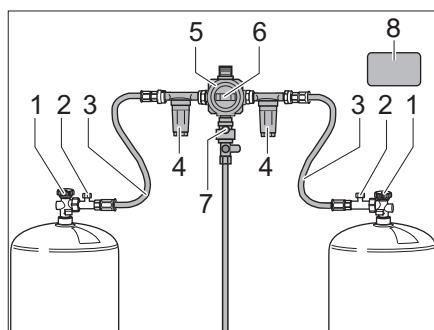
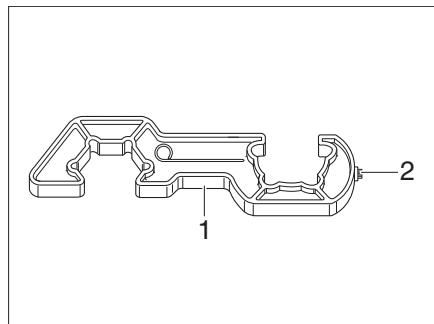

Fig. 251 Instalación de conmutación Caramatic DriveTwo
Fig. 254 Elemento auxiliar de enroscado
La instalación de conmutación Caramatic DriveTwo consta de un regulador de conmutación (Fig. 251,5) y la unidad de mando (Fig. 252). El regulador de conmutación está montado entre las mangueras de alta presión (Fig. 251, 3). Con el botón giratorio (Fig. 251,6) en el regulador de conmutación se puede determinar qué bombona de gas se usará como bombona de servicio y cuál bombona de gas como bombona de reserva.
El regulador de conmutación (Fig. 251,5) está equipado con el deshelador de reguladores EisEx. De este modo se evitarán averías en la instalación de gas en el invierno.
Delante del regulador de conmutación (Fig. 251,5) se puede montar a cada lado un filtro de gas (Fig. 251,4) (opcional) que protege la instalación de gas contra la contaminación con aceite y los ensuciamientos.
Las llaves de paso principales (Fig. 251,1) de las bombonas de gas deben abrirse a mano.
El botón de desbloqueo (Fig. 251,7) del Crashsensor se encuentra debajo del regulador de conmutación.
- Abrir las llaves de paso principales (Fig. 251,1) de las bombonas de gas.
- Con el botón giratorio (Fig. 251,5) en el regulador de conmutación (Fig. 251,6), seleccionar la bombona de gas de la cual se debe tomar el gas preferentemente (bombona de servicio).
- ▶ Para enroscar y desenroscar las mangueras de alta presión, utilizar el elemento auxiliar de atornillado (Fig. 254,1). Garantiza el par de apriete necesario y evita que se produzcan daños en la unión atornillada por el uso de una herramienta incorrecta.
- Cerrar la llave de paso principal (Fig. 251,1) de la bombona de gas vacía.
- Desenroscar la manguera de alta presión (Fig. 251,3) de la bombona de gas con el elemento auxiliar de enroscado (Fig. 254).
- Conectar la bombona de gas llena a la manguera de alta presión (Fig. 251,3).
- Abrir la llave de paso principal (Fig. 251,1) de la bombona de gas.
- Girar el botón giratorio (Fig. 251,5) en el regulador de conmutación (Fig. 251,6) una media vuelta, de tal manera que la bombona de gas cambiada sirva de bombona de reserva.
- Presionar el botón (Fig. 251,2) del dispositivo de seguridad en caso de rotura de manguera en la manguera de alta presión, para activarlo.
- ▶ Observar el adhesivo de seguridad (Fig. 251,8) en la caja para bombonas de gas.
- Activar:** ■ Despues de cambiar la bombona de gas, presionar con fuerza el botón verde (Fig. 251,2) en la manguera de alta presión (Fig. 251,3).